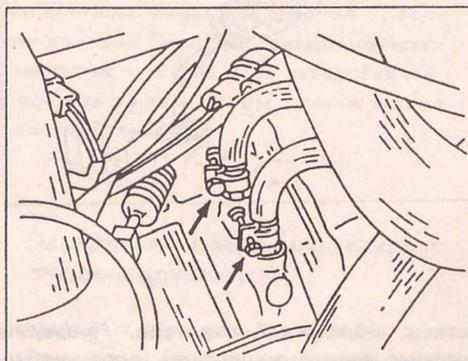

Рис. 107.
- У автомобилей с автоматической коробкой передач отсоединить шланги от масляного охладителя. Подставить емкость для сбора сливаемой жидкости. Места крепления шлангов показаны на рис. 107.